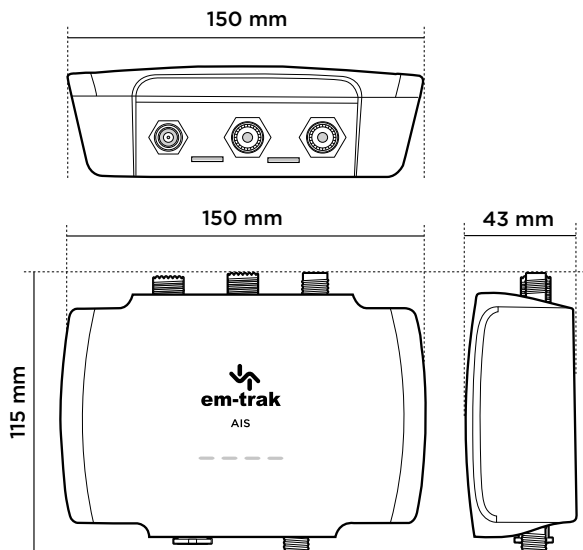

Figura 10 Dimensiones del AIS transceptor
- Debe haber un espacio adecuado alrededor del transceptor para colocar los cables. Consulte la Figura 10 para obtener información sobre las dimensiones del transceptor.